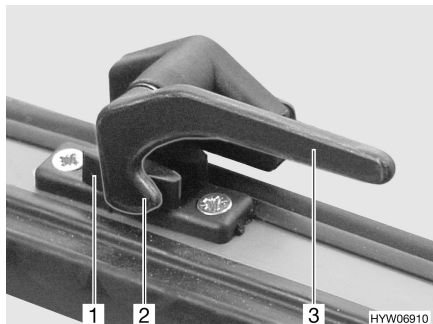

Fig. 14 Levier de verrouillage en position "Fermé"
- Tourner le levier de verrouillage (Fig. 14,3) d'un quart de tour vers le centre de la fenêtre.
- Tourner le levier de verrouillage (Fig. 14,3) d'un quart de tour vers le cadre de la fenêtre. Le tenon de verrouillage (Fig. 14,2) se trouve sur le côté intérieur du verrouillage de fenêtre (Fig. 14,1).
- En position "Fermé" (Fig. 14)